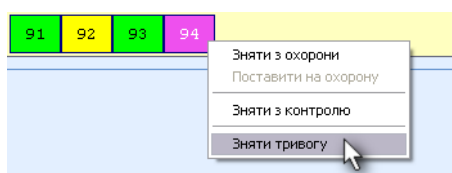

Рисунок 24: Контекстное меню объекта ППКО
7.8.5. Кнопка «Снять тревогу» дублируется в выпадающем (контекстном) меню по нажатию ПКМ на объекте со статусом тревога (рис. 24).